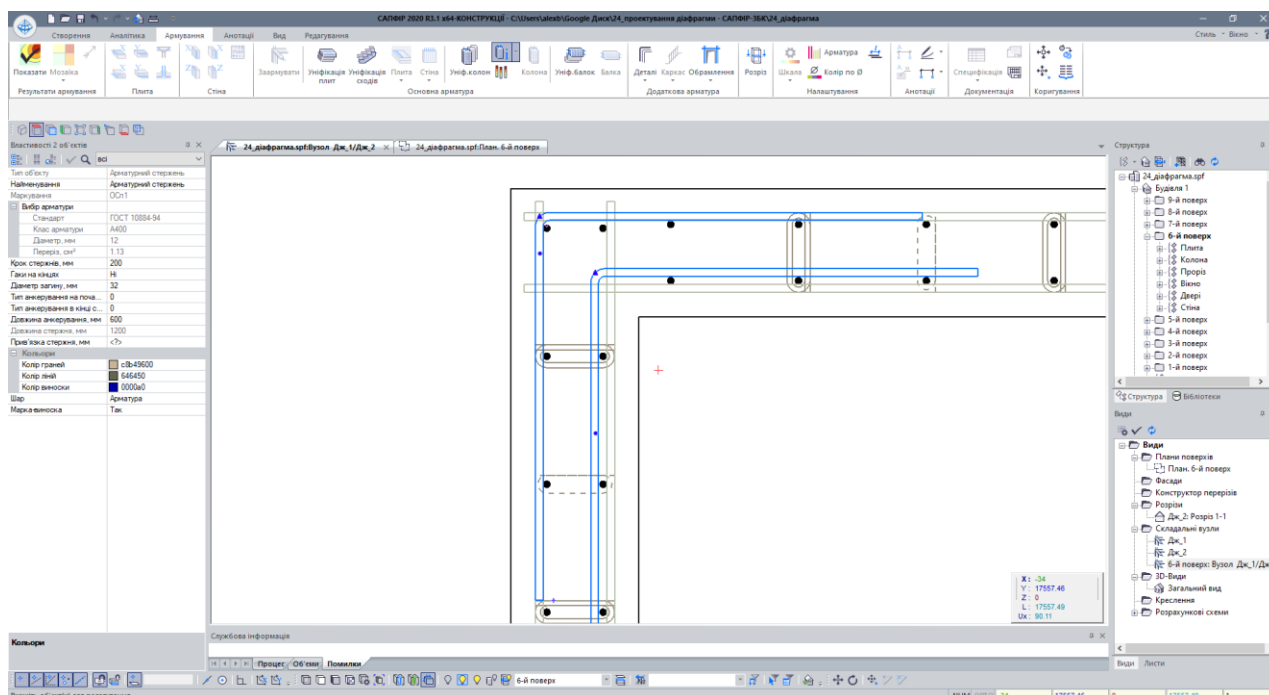

Рис. 24.26. Розміщення Г-елементів
- Відредагуйте положення перших стержнів зони таким чином, щоб вони відповідали рис. 24.26.
- Розмістіть деталь біля зовнішнього кута стін (рис. 24.26) задавши кутову точку деталі та напрямком, в якому деталь буде розташовуватися.
- Розмістіть ще одну таку ж деталь біля внутрішнього кута стіни (рис. 24.26). При необхідності відредагуйте прив'язку деталі – **68мм**.